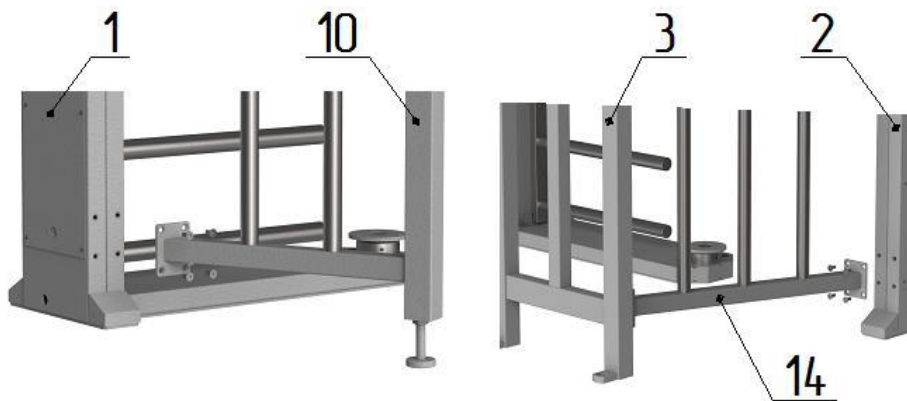

Рис. 6
3. Установка ограждения (рис. 6):
– к боковым плоскостям стойки шлюза **2** аналогично установите ограждения **13** и **14** (рис.6) и закрепите винтами М8;